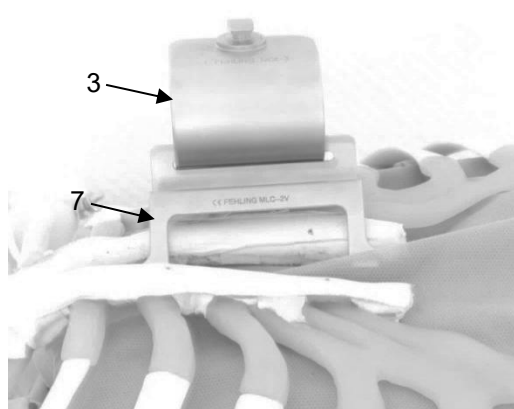

Fig. 10
1. Inserire la lama IMA (3) insieme alla lama di ritegno IMA (7) nel taglio della lama sternale (Fig. 10).